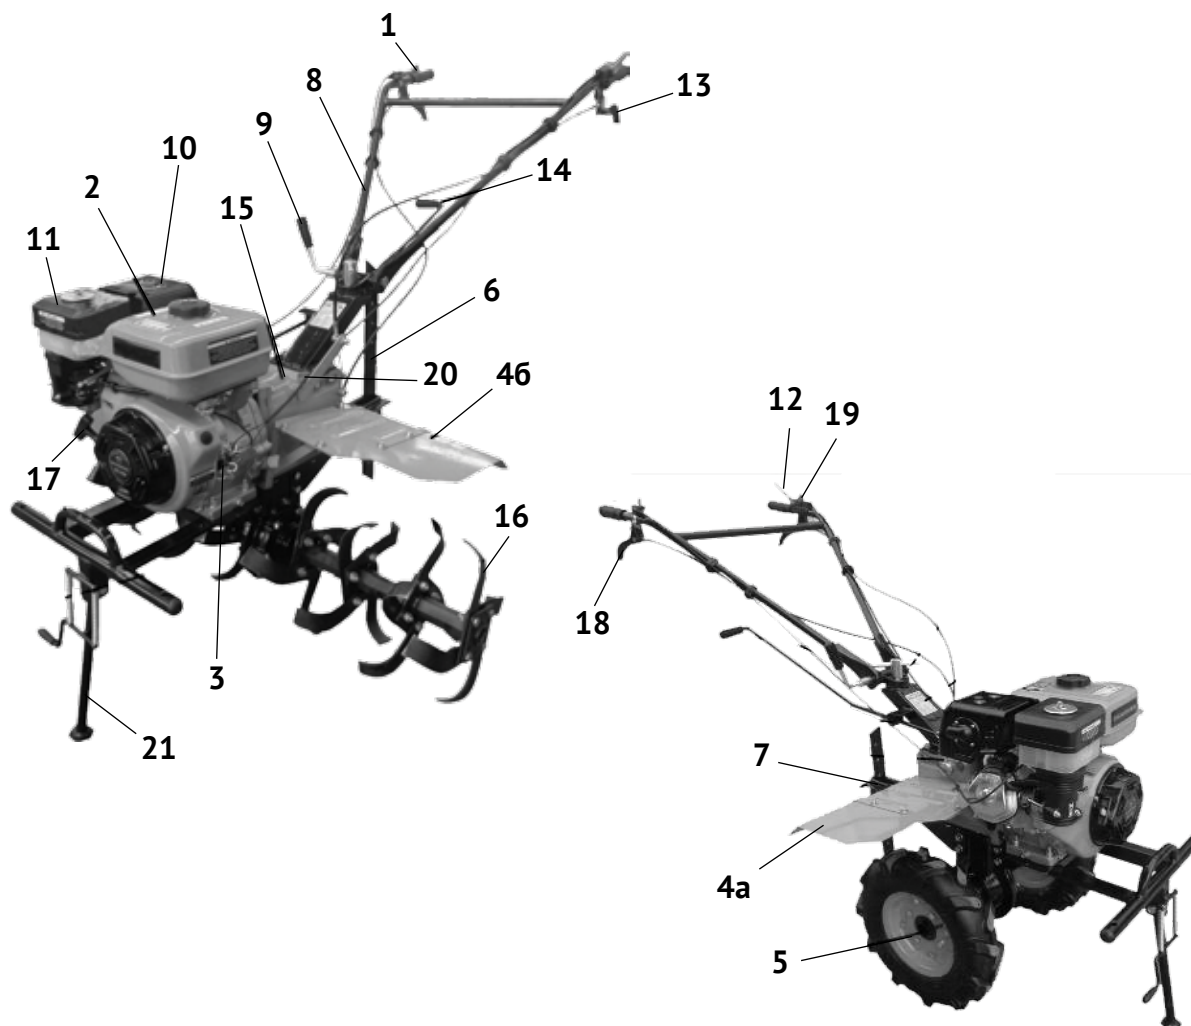
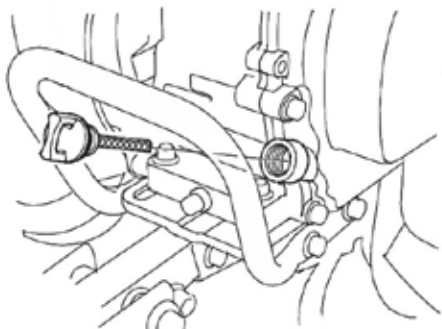

рис.1
рис.7
2.4 Общий вид культиватора представлен на рис.1
Двигатель культиватора и коробка передач закреплены на прямоугольном основании. Коленчатый вал двигателя, расположенный горизонтально, передаёт крутящий момент в коробку передач (рис.1 поз.15). Передача вращения с вала коробки передач, на приводной вал (выходной вал редуктора) фрез (колёс) осуществляется конической шестернёй. Рычаг (рис.1 поз.12) осуществляет функцию выключателя зажигания: рычаг нажат – соответствует положению выключателя «ON» - включено, рычаг отжат – положение «OFF» - выключено. При нажатом рычаге сцепления (рис.1 поз.13), рычаг переключения передач вперёд (рис.1 поз.14) устанавливает одно из трёх фиксированных положений: «нейтраль» - «0», «Быстро» или «Медленно».
Включение передачи движения «назад» осуществляется нажатием и удержанием рычага (рис.1 поз.18) на правой рукоятке.
- совместить крепёжные отверстия в нижних частях рукояток управления (рис.1 поз.8) с отверстием кронштейна крепления;
- зафиксировать в удобном по высоте положении (на уровне талии) рычагом (рис.1 поз.9).
- раскрутить винтовое соединение рычага управления дроссельной заслонкой (рис.1 поз.1);
- прикрепить трос управления дроссельной заслонкой (рис.1 поз.1) так, чтобы он располагался сверху;
- раскрутить винтовое соединение рычага сцепления (рис.1 поз.13);
- прикрепить трос включения задней передачи (рис.1 поз.18) так, чтобы он располагался снизу;
Внимание! *Установку и первоначальную регулировку тросов сцепления (рис.1 поз.13), включения задней передачи (рис.1 поз.18), выключателя зажигания (рис.1 поз.12) и управления дроссельной заслонкой (рис.1 поз.1) рекомендуется провести в сервисном центре или доверить квалифицированному специалисту.*
Регулировка осуществляется изменением положения сошника - регулятора глубины вспашки (рис.1 поз.6), крепящемся в сцепном устройстве (рис.1 поз.7):
Выкрутите пробку-щуп (рис.1 поз.3) из маслозаливной горловины и залейте в картер масло необходимой марки до нижнего края горловины, как показано на рис.7. Вставьте сухой чистый щуп в горловину картера и выньте его. Проверьте уровень масла: граница смоченной области щупа должна располагаться между отметками минимального и максимального уровней.
- выкрутить пробку-щуп (рис.1 поз.20) маслозаливной горловины коробки передач;